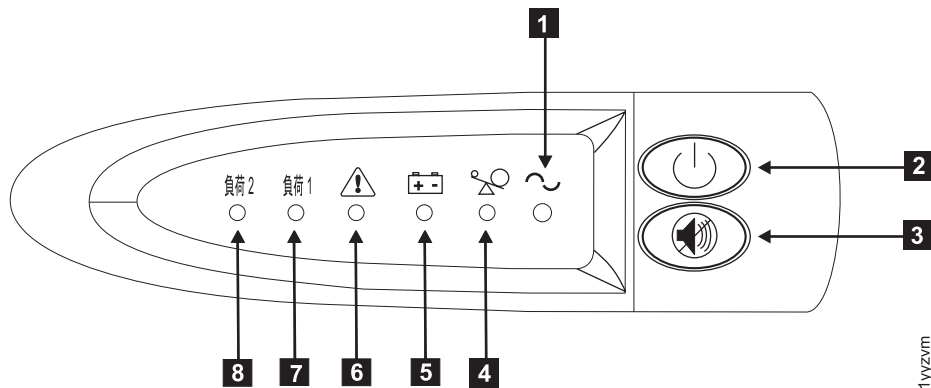

図 24. 2145 UPS 1U の電源スイッチとインディケータ
11. オン/オフ・ボタン **2** を約 2 秒間押したままにします。2145 UPS 1U が自己診断テストを行う間、フロント・パネル・インディケータは始動シーケンスを循環します。56 ページの図 24 を参照してください。